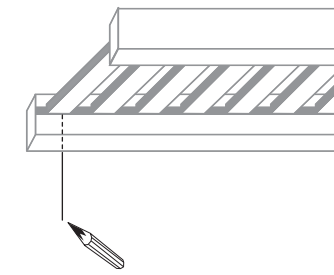

FIG. 2.0
2. Marque una línea en la pared, en el centro de la ubicación del último listón. (Fig. 2.0)